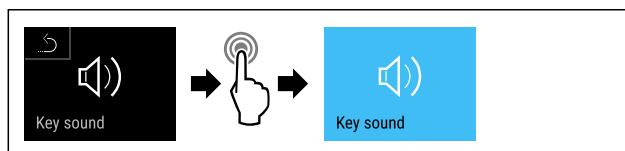

Fig. 94
- Suivre les étapes (voir Fig. 94).